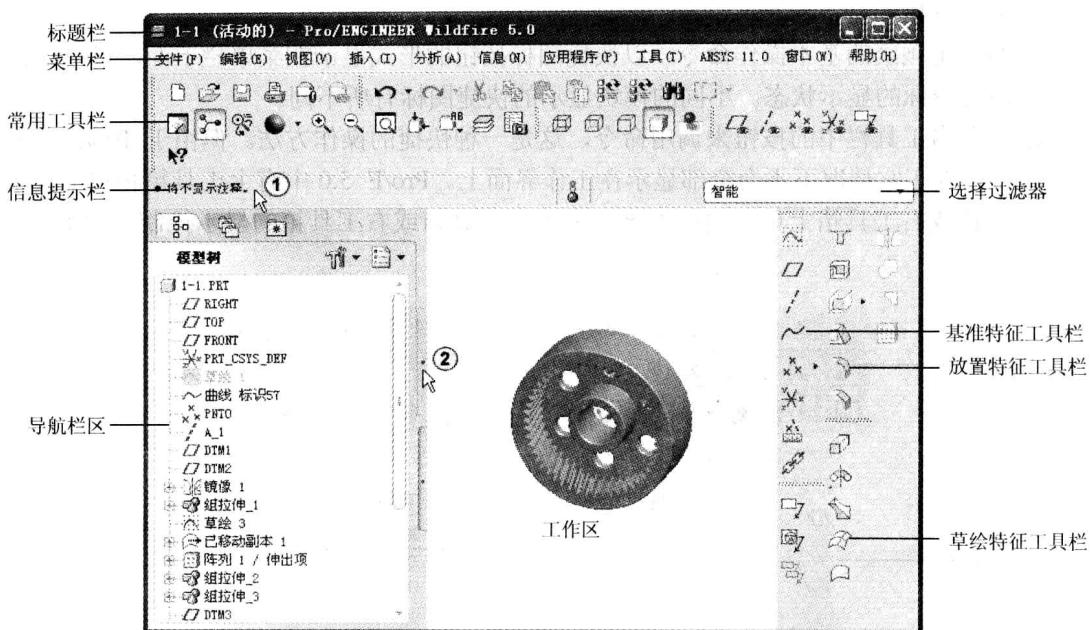

图 1-4 Pro/E 5.0 的工作界面
Pro/E 5.0 的界面友好，用户操作快捷。Pro/E 5.0 零件模块的工作界面如图 1-4 所示，一般包括如下几个部分。
(3) 信息提示栏
信息提示栏位于窗口工作区的上部，对当前窗口中的操作作出简要说明或提示。对于需要输入数据的操作，会在该提示栏出现一个文本框，供数据输入使用，如图 1-4 中①所示。
(4) 导航栏区
导航栏区位于窗口工作区的左侧。单击导航栏右侧的符号“>”，显示导航栏；单击导航栏右侧的符号“<”，隐藏导航栏，如图 1-4 中②所示。导航栏中包括模型树、文件夹浏览器、收藏夹和相关网络技术资源 3 部分内容。单击相应选项按钮，可打开相应的导航面板，如图 1-7 所示。